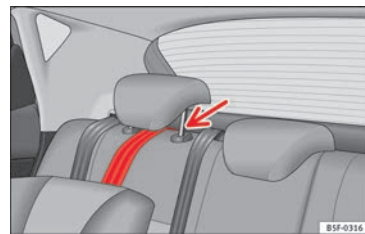

Fig. 33 Correa de sujeción: correcto ajuste y montaje.
- Coloque la correa por debajo del apoyacabezas del asiento posterior » fig. 33 (levante el apoyacabezas si es necesario).